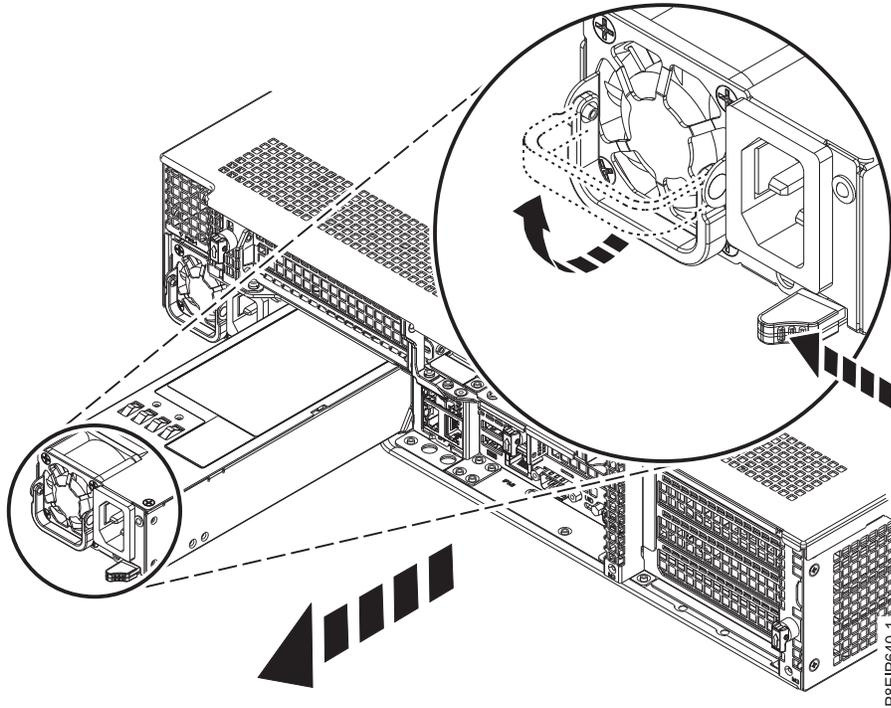

Figure 70. Retrait d'une alimentation du système
- a. Pour retirer l'alimentation de sa position dans le système, poussez le loquet de verrouillage vers la gauche, comme indiqué dans la figure 70, à la page 107.